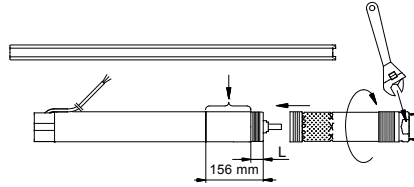

Afb. 5
2. Trek de pompas uit, naar de positie, zoals getoond wordt in afb. 5.